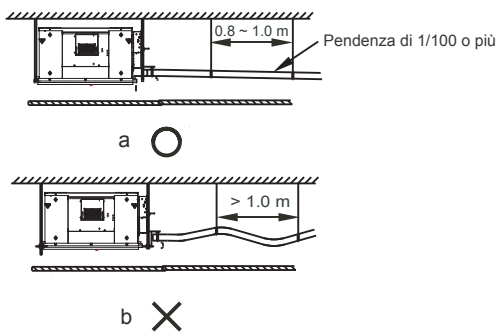

Figura 5.1
4. Al fine di evitare il riflusso dell'acqua all'interno del condizionatore d'aria quando il funzionamento si arresta, il tubo di scarico dell'acqua deve essere inclinato verso il basso verso l'esterno (lato drenaggio) con una pendenza superiore a 1/100. Verificare che il tubo di scarico dell'acqua non si gonfia o non immagazzini acqua; altrimenti, provocherà strani rumori. Vedere la Figura 5.1.
5. Quando si collega la tubazione di scarico dell'acqua, non esercitare forza per tirare i tubi per evitare che i collegamenti del tubo di aspirazione dell'acqua si allentino. Allo stesso tempo, impostare un punto di supporto ogni 0,8 ~ 1 m per evitare che i tubi di scarico dell'acqua si pieghino. Vedere la Figura 5.1.